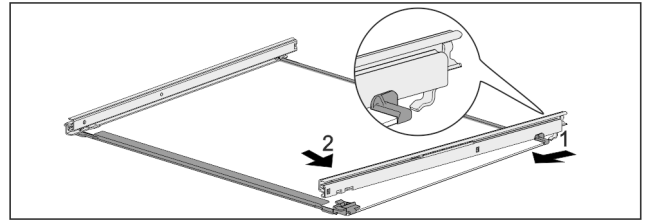

Fig. 85 Płyta szklana z szynami
- ▶ Zaczepić szynę z tyłu. Fig. 85 (1)
- ▶ Zazębić szynę z przodu. Fig. 85 (2)